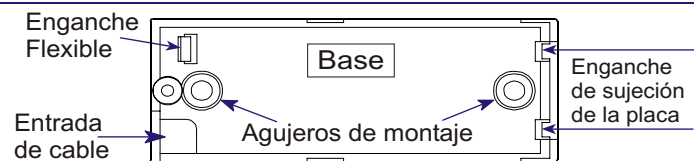

Figura 5. Base con borde de circuito removida
- Detenga la base contra la superficie de montaje y marque los agujeros del tornillo (figura 5).